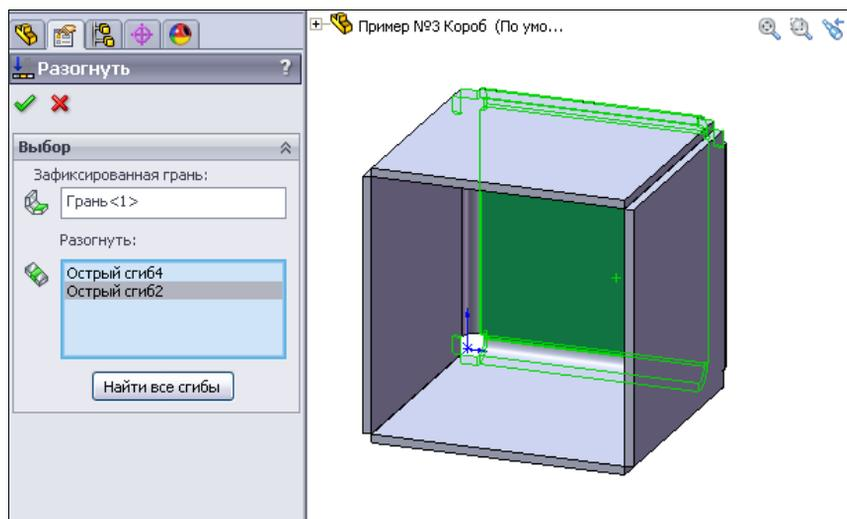

Рис. 4.53
10. Для того чтобы разогнуть лишь некоторые грани детали, следует нажать кнопку  — **Разогнуть** и указать ту грань, положение которой в пространстве должно остаться неизменным — **Грань<1>**. В поле **Разогнуть** укажем те сгибы, которые будем разгибать: **Острый сгиб4** и **Острый сгиб2** (рис. 4.53).